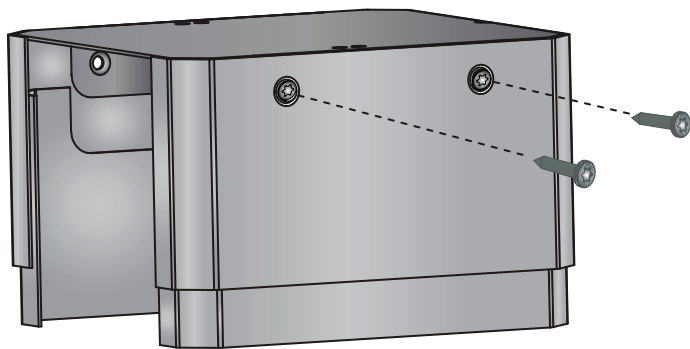

Figura 36: Fixez l'assemblage des pièces de recouvrement à travers les trous
1. Quite las cubiertas de las patas deslizando la pieza exterior de la cubierta de la pata hacia abajo, desenganchando las muescas extruidas de la base de aluminio (vea la *Figura 36*).